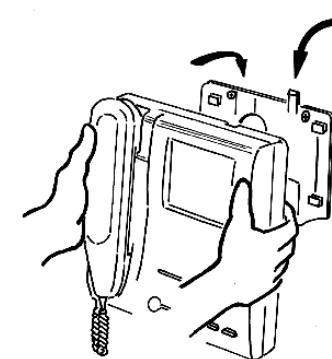

Fig 14a
- Connecter le bornier et fixer le moniteur sur l'étrier selon les indications de la fig.14a page 86. Pour stabiliser davantage la fixation du moniteur, mettre en place la petite cale détachée de l'étrier (fig. 13 page 86) selon les indications de la fig. 14a page 86.